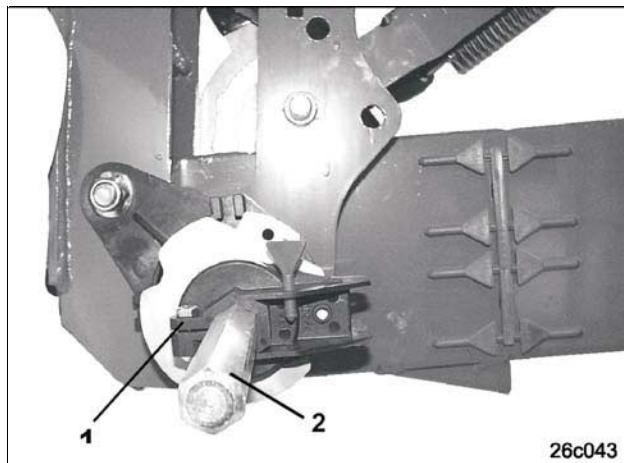

Рис. 62
- Открутите болт с шестигранной головкой на фланце муфты (Рис. 62/1) соответствующего высевающего аппарата.
- При необходимости извлеките шестигранный вал (Рис. 62/2).
- Установите шестигранный вал (Рис. 62/2), если он был вынут.
- Зафиксируйте болт с шестигранной головкой на фланце муфты (Рис. 62/1) соответствующего высевающего аппарата.